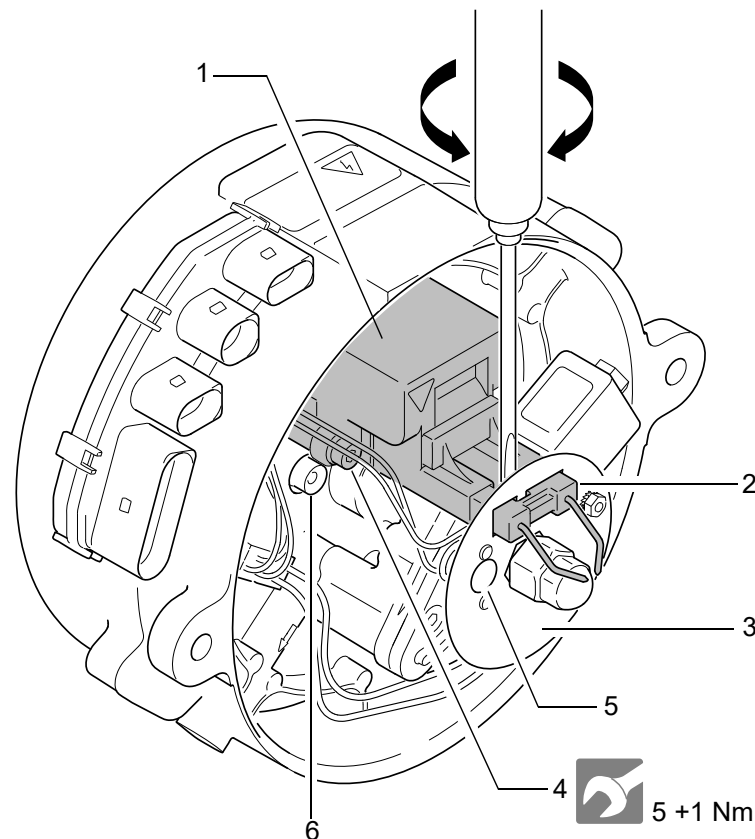
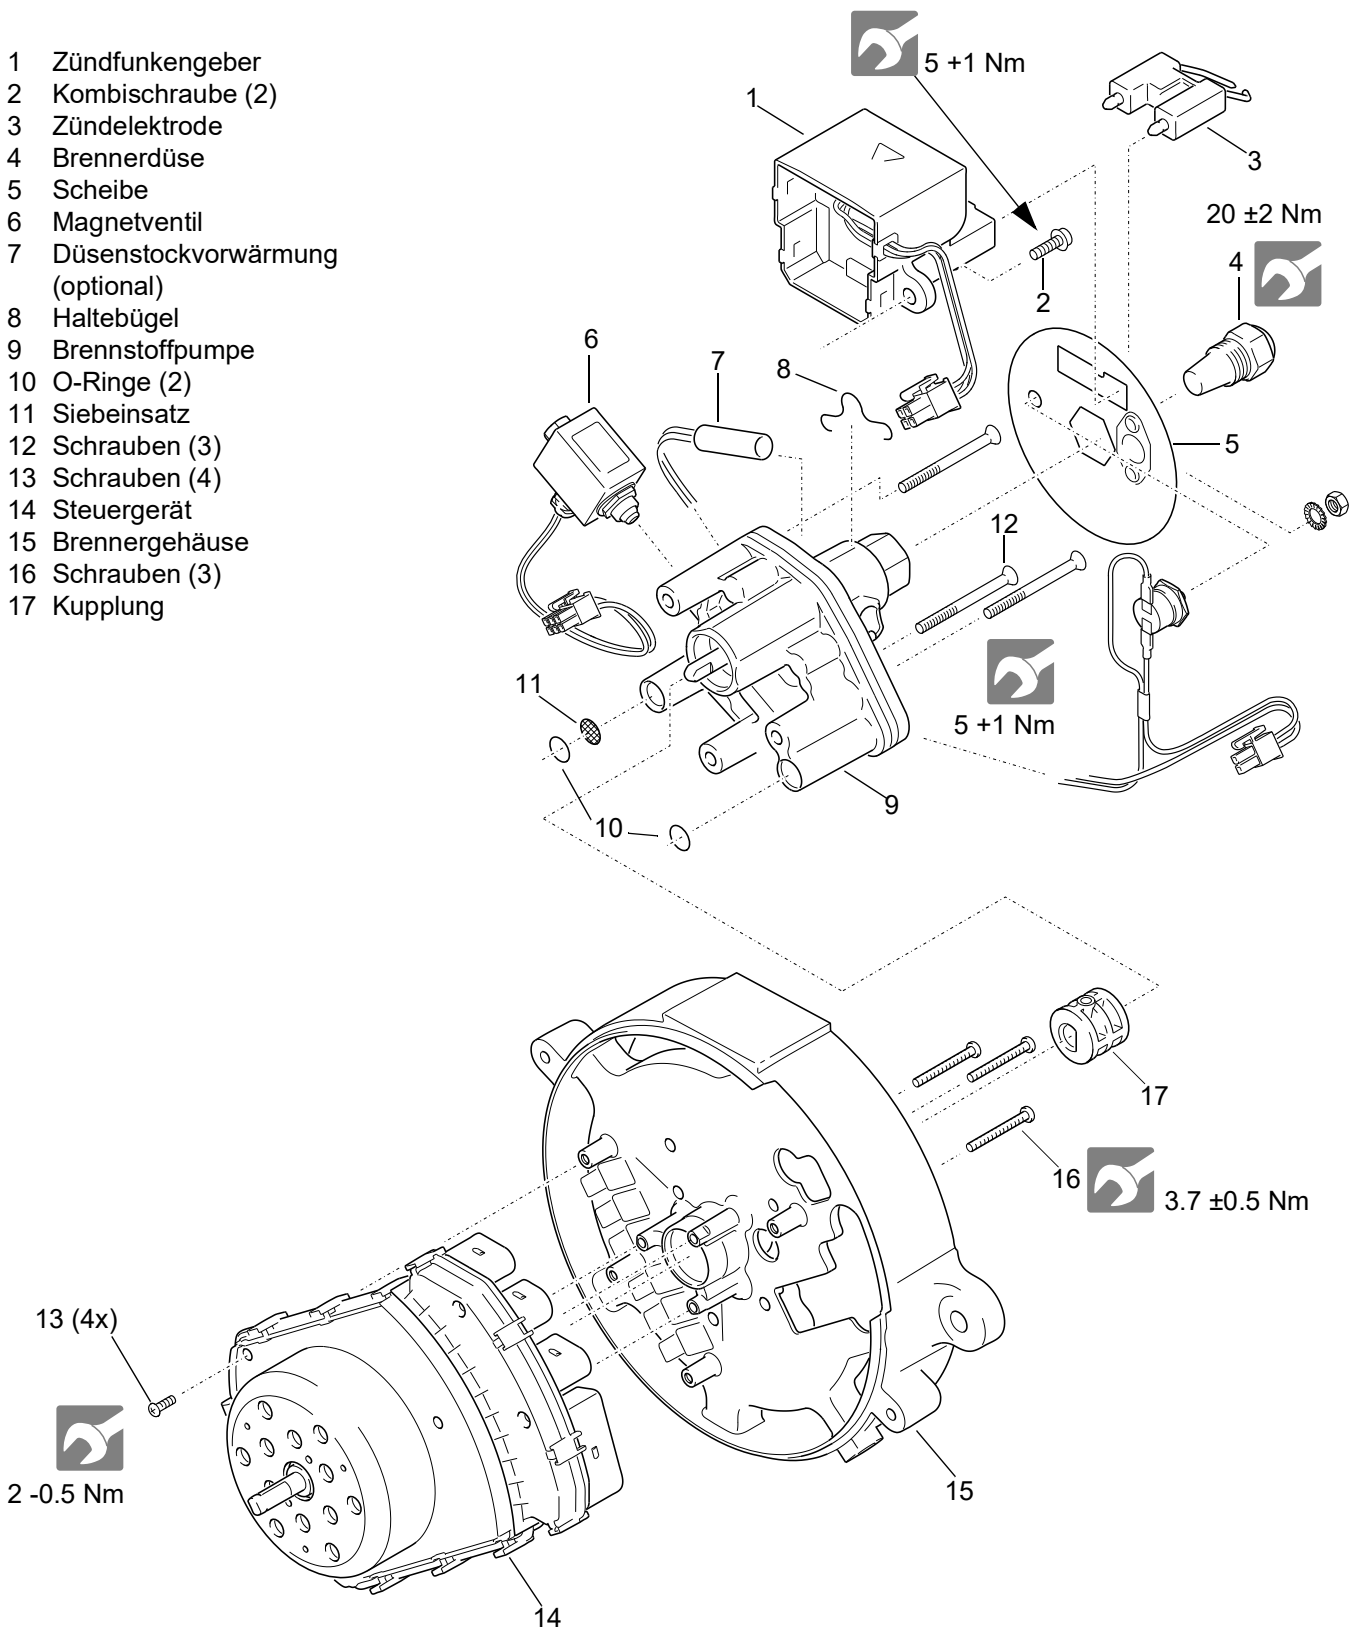

Abb. 804 Aus- und Einbau des Zündfunktenegebers / der Zündelectrode
Abb. 805 Aus- und Einbau von Komponenten
2. Zündelektrode mit Schraubendreher durch seitliches Verdrehen vom Zündfunktengber abhebeln und entfernen (siehe Abb. 804).
3. Scheibe (3) vom Düsenstock abnehmen.
5. Kombischrauben (4) entfernen.
6. Zündfunktengber (1) abziehen und entfernen.
1. Zündfunktengber (1, Abb. 804) in Einbaulage bringen und mit Kombischrauben (4) befestigen.
3. Scheibe (3) auf den Düsenstock der Brennstoffpumpe (9, Abb. 805) aufstecken und so ausrichten, dass die Zündelektrode (2, Abb. 804) auf den Zündfunktengber aufgesteckt werden kann und das Sichtfenster oberhalb des Flammwächters ist.
4. Zündelektrode (2, Abb. 804) auf den Zündfunktengber aufstecken.
- 4 Schrauben (2)
2. Ggf. Kupplung (17, Abb. 805) von der Motorwelle des Brennermotors abziehen.
4. 4 Schrauben (13), welche das Steuergerät am Brennergehäuse befestigen, entfernen.
5. 3 Schrauben (16), welche den Brennermotor am Brennergehäuse befestigen, entfernen.
6. Steuergerät (14) vom Brennergehäuse (15) abnehmen.
1. Steuergerät (14, Abb. 805) am Brennergehäuse in Einbaulage bringen.
2. 3 Schrauben (16), welche den Brennermotor am Brennergehäuse befestigen, eindrehen und anziehen.
3. 4 Schrauben (13), welche das Steuergerät am Brennergehäuse befestigen, eindrehen und anziehen.
5. Kupplung (17, Abb. 805) auf die Motorwelle des Brennermotors stecken.
2. Scheibe ausbauen (3, Abb. 804).
5. 3 Schrauben (12, Abb. 805), welche die Brennstoffpumpe am Brennergehäuse befestigen, entfernen und aussondern.
6. Brennstoffpumpe (9) mit Magnetventil (6) abziehen.
7. O-Ringe (10) und Siebeinsatz (11) entfernen und aussondern.
8. Ggf. Magnetventil (6) von der Brennstoffpumpe (9) abbauen (siehe 8.9).
1. Ggf. Magnetventil (6, Abb. 805) an der Brennstoffpumpe (9) anbauen (siehe 8.9).
2. Neue O-Ringe (10) und neuen Siebeinsatz (11) an der Brennstoffpumpe (9) anbringen.
3. Brennstoffpumpe (9) gegenüber dem Brennergehäuse (15) in Einbaulage bringen. Ggf. vorher Kuppelung (17) auf der Welle des Brennermotors durch Drehen ausrichten.
4. Brennstoffpumpe (9) mit 3 neuen Schrauben (12, mit Gewindebeschichtung) befestigen.
5. Stecker des Magnetventils (6) am Steuergerät (14) anstecken.
7. Scheibe einbauen (3, Abb. 804).
2. Zündeletrode (3, Abb. 805) mit Schraubendreher durch seitliches Verdrehen vom Zündfunktenegeber abhebeln und entfernen (siehe Abb. 804).
3. Scheibe (5, Abb. 805) entfernen.
4. Stecker des Magnetventils (6) am Steuergerät (14) abstecken.